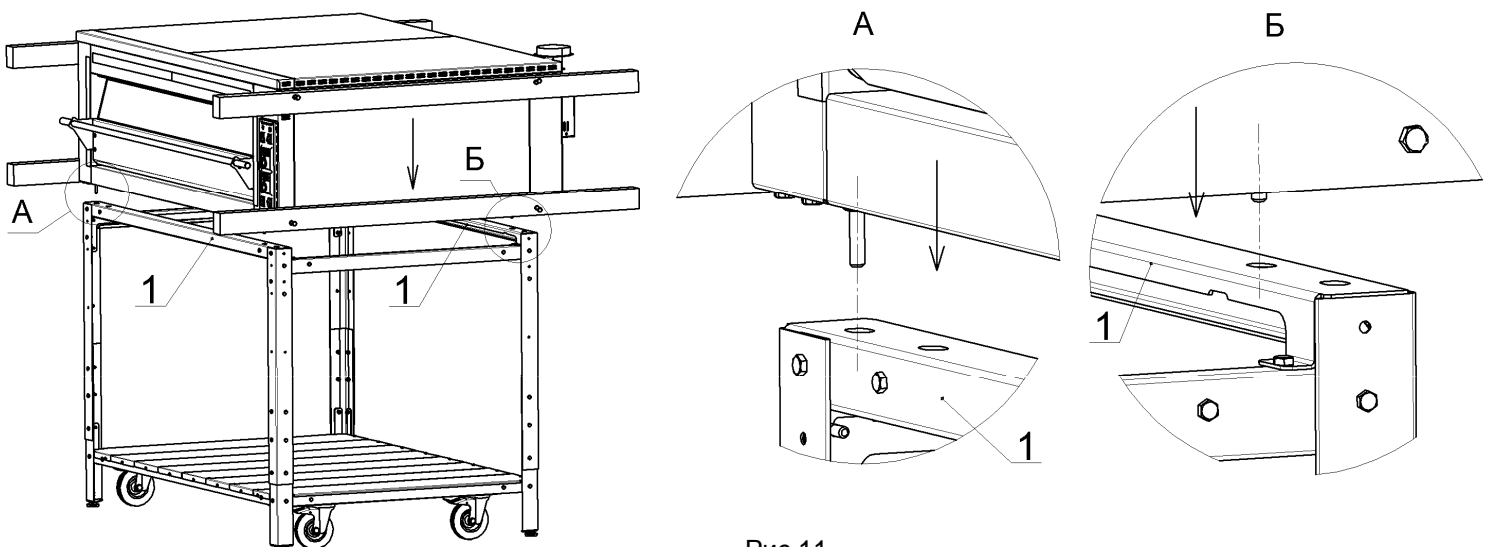

Рис.11
11. Поднимая за брусья, установить печь на подставку так, что бы концы 4-х шпилек М8 на углах печи попали в отверстия профилей лицевых, верхних, поз.1, как показано на рис.11, затем отвернуть болты М8 (ключ на «13»), крепящие брусья к печи, и снять брусья с печи: